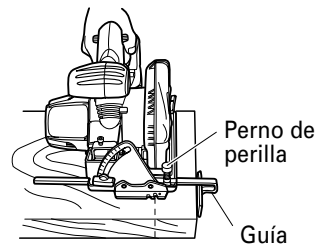

Fig. 10
3. Regulación de la guía (Fig. 10)